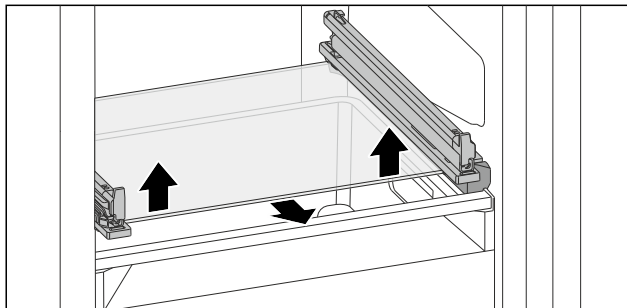

Fig. 199 Steklana plošča nagibnega predala
- Steklo ploščo na obeh straneh potisnite od spodaj navzgor. (glejte Fig. 199)